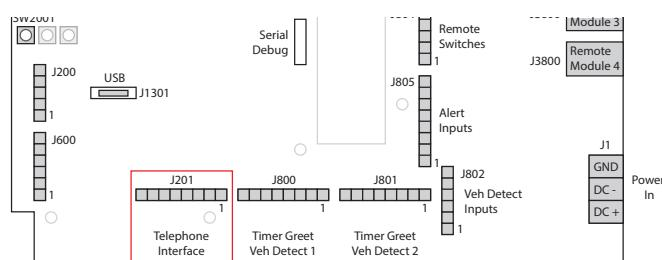

Fig. 12.4
4. Abra la estación base y conecte el cable de interfaz de la estación base incluido desde el puerto RJ45 del TI7000 a J201 en la PCBA de la estación base (consulte la Fig. 12.4 para ver la ubicación de J201 y y vea la tabla J201 en la página 4 para ver las descripciones de los pines si es necesario).